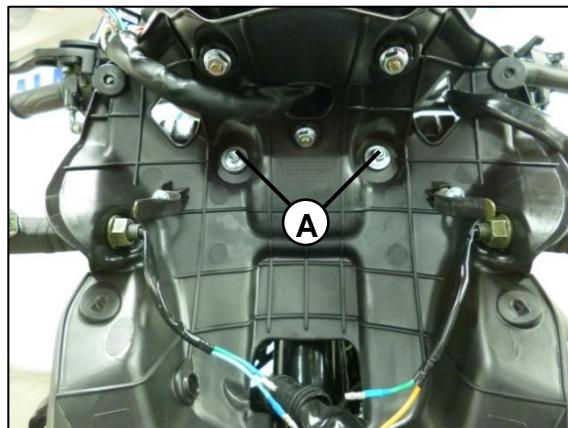

Fig. 07
Desensamble los tornillos (A) de base farola y remueva. **Fig. 07**